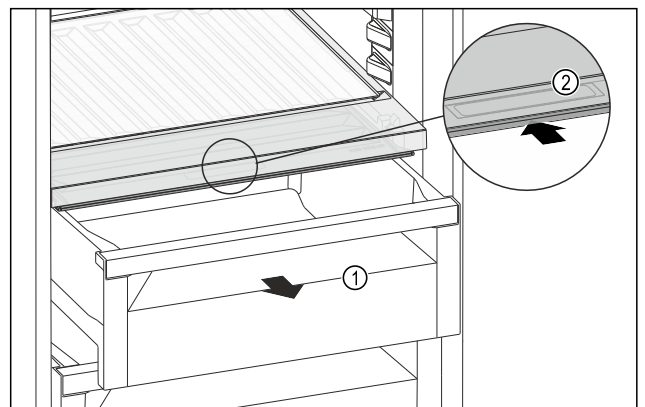

Fig. 128
- ▶ Estrarre il cassetto Fig. 128 (1).
- ▶ Afferrare la maniglia incassata Fig. 128 (2) sul coperchio dello scomparto e spingere allo stesso tempo all'indietro il coperchio dello scomparto.